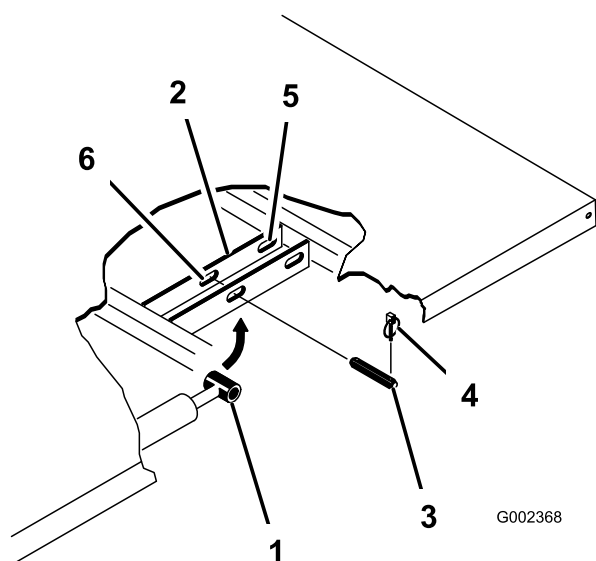

図 3
4. シリンダロッドのクレビスピンの外側端部からリンチピンを外す (図 3)。